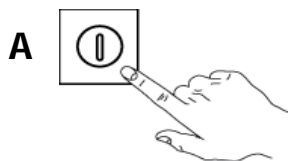

Fig.27
- 4- Cierre la puerta y pulse el botón "A" para encender la máquina. Luz "C" es ON. (Fig. 27)